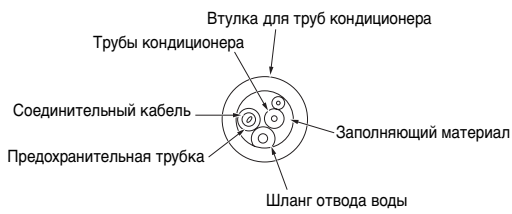

Рис. 7-1
- Закройте сделанное в стене отверстие с помощью предохранительной втулки для труб кондиционера и изоляционного заполняющего материала, имеющегося в комплекте поставки. См. Рис. 7-1.